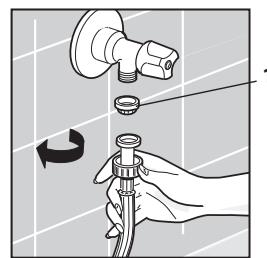
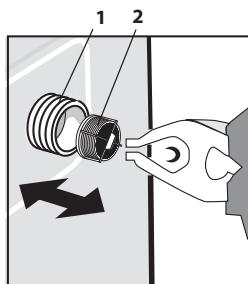

Figure 20
Figure 21
Le filtre 1 entre le tuyau de remplissage et le robinet (fig.20) et aussi le filtre 2 au raccord fileté de la valve électrique 1 (fig. 21) sont installés pour éviter la pénétration à la machine avec l'eau des impuretés solides (sable, paillasse de fer etc.). Il est recommandé de faire le nettoyage pas rare d'une fois par an.
- déconnecter le tuyau de remplissage du robinet d'arrivée d'eau (fig. 20);
- retirez à la main le filtre 1 (fig. 20) du tuyau de remplissage;
- retirez le filtre 2 du raccord fileté de la valve électrique à l'aide de la pince ou des pinces (fig. 21);